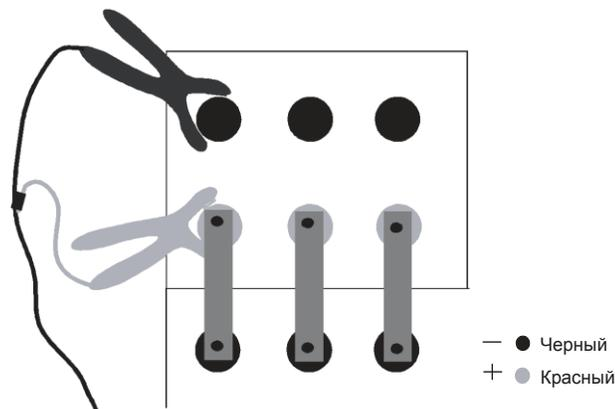

Рисунок 5: Подключение кабеля к штырям банки
1. Подключите черный наконечник зажима или щупа к черной (–) клемме. См. *Рисунок 5.*